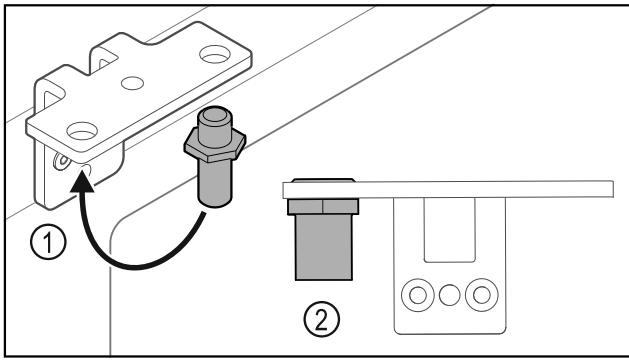

Fig. 30
- ▶ Ktheni bulonin Fig. 30 (1) në profilin e menteshës në anën tjetër.
- ▶ Shtrengoni bulonin Fig. 30 (2) me **momentin e rrotullimit prej 12 Nm**.